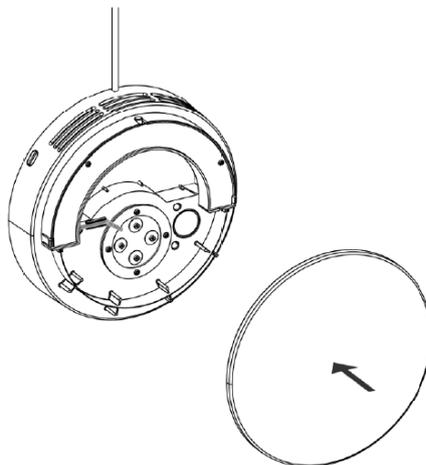

Abbildung 19 - Innere Abdeckung aufsetzen
- Die innere Abdeckung wieder aufsetzen, siehe nachstehende Abbildung 19 unten.